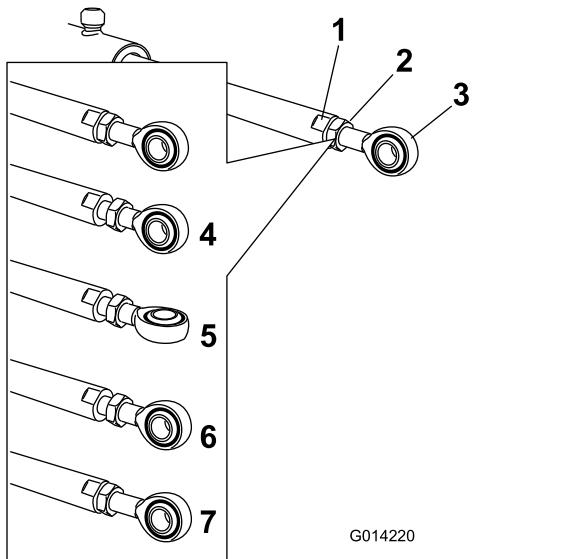

Figure 104
- 5. Placez une clé sur les méplats de la tige de vérin pour l'immobiliser, puis desserrez l'écrou de blocage pour pouvoir ajuster la tige à œillet (Figure 104).
6. Tournez la tige à œillet dans la tige du vérin pour raccourcir ou allonger le vérin déployé à la position voulue (Figure 104).